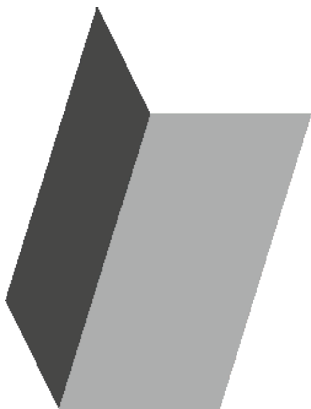

图 10-57 打开模型文件
STEP 01 单击快速访问工具栏中的“打开”按钮，打开模型文件，如图 10-57 所示。